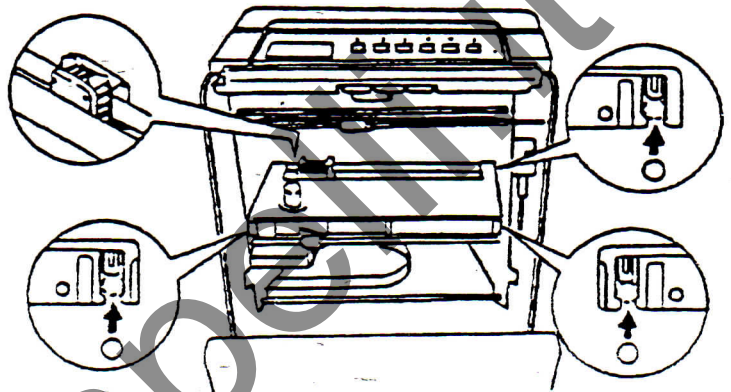

Fig. 8/B
- 5) **IMPORTANTE** = Dopo aver rimosso la vecchia cassetta nastro, spingere la leva bianca verso destra fino a sentire un "click". Inserire la nuova cassetta nastro. Fig. 8/C